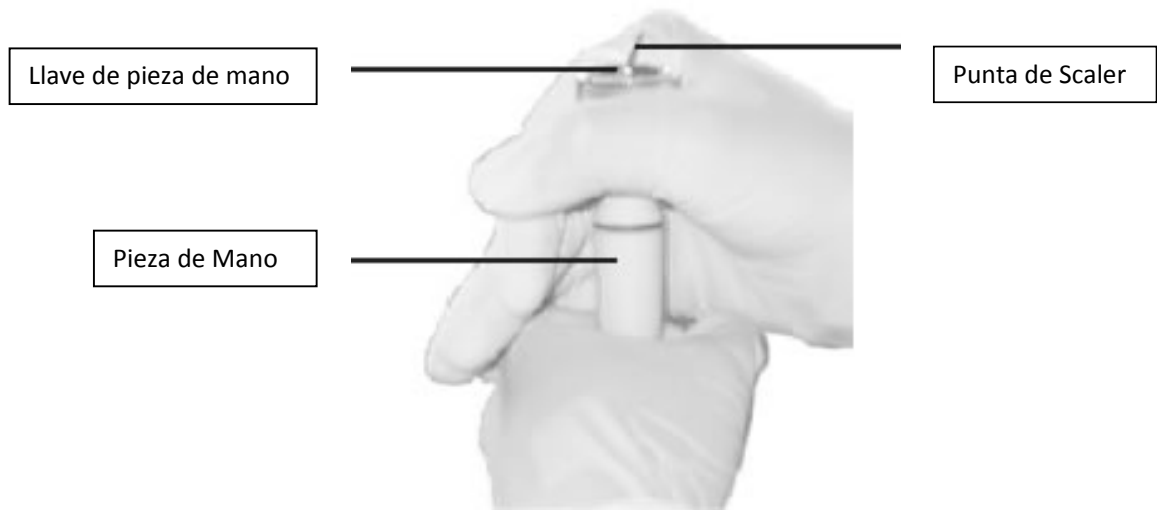

Figura 2
3.3. La forma de ensamblar y desensamblar las puntas de scaler se muestran en la figura 2
La punta vibra flojamente	Ajusta la punta adecuadamente en la pieza de mano (figura 2)